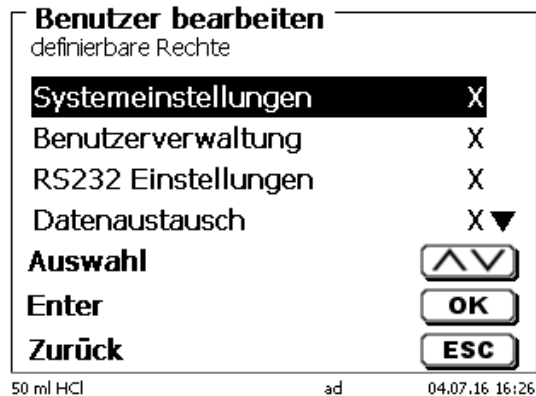
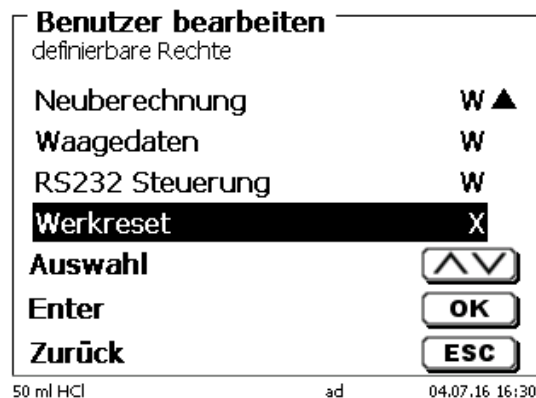

Abb. 115
Abb. 120
**X** bedeutet **keinen Zugriff**, **W** bedeutet **Zugriff**. Sie können den Zugriff mit <ENTER>/<OK> von **X** auf **W** ändern und wieder umkehren. Anbei die definierbaren Rechte (Abb. 115 - Abb. 120).